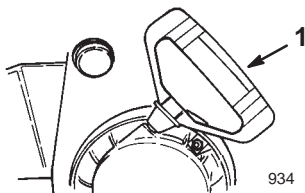

Figure 22
- **Lanceur** (Fig. 22)—Le lanceur se trouve à l'arrière du moteur. Tirez sur le lanceur pour mettre le moteur en marche.
- A. Prenez la poignée du lanceur (Fig. 22) et tirez-la lentement jusqu'à ce que vous sentiez une résistance, puis tirez vigoureusement pour lancer le moteur.